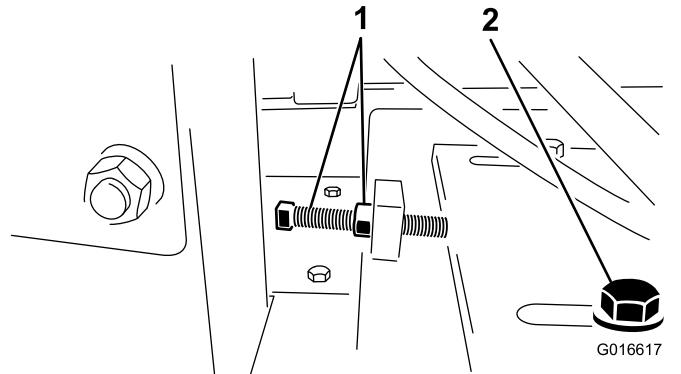

Figura 25
6. Afloje el perno tensor de la correa y la contratuerca. Mueva el motor hacia la carcasa del volante para aflojar la correa (Figura 25).
6. Afloje el perno tensor de la correa y la contratuerca, y mueva el motor hacia la carcasa del volante para aflojar la correa (Figura 25).